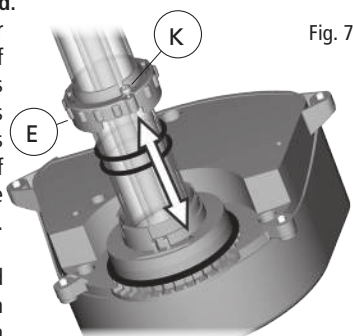
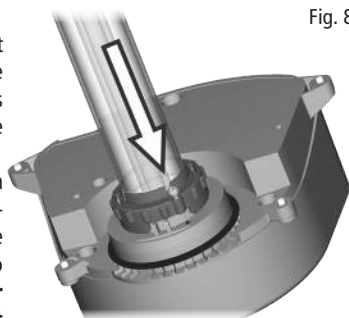
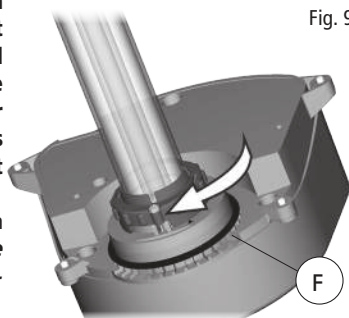

Fig. 7
Fig. 8
Fig. 9
- In deze fase is het mogelijk om de kwartsbuis (C) te reinigen, als dat nodig blijkt. **Gebruik een vochtige, zachte doek om kalkaanslag en puin weg te vegen. Voer hardnekkig vuil mag wat azijn worden gebruikt. Gebruik geen detergenten of andere chemische schoonmaakmiddelen. Als het niet nodig is om de UV-C-lamp te vervangen, ga dan meteen naar punt #10.**
- Om aan de UV-C-lamp (B) te kunnen, verwijdert u de kwartsbuis (C) door eerst de veiligheidsschroef (K) van de opsluitflens (E) waarmee de buis vastzit aan de UV-C-kop, zo'n 3 slagen los te draaien. Draai vervolgens de opsluitflens zo'n 30° naar links tot de schroef gelijkstaat met de pijl in de UV-C-kop en trek om ze los te maken. Belangrijk: de opsluitflens is uitgerust met één anti-verliesschroef. De schroef hoeft er niet helemaal te worden uitgedraaid. Draai ze gewoon los tot de opsluitflens vrij kan worden gedraaid en losgemaakt.
- Trek vervolgens de UV-C-lamp (B) uit de lamphouder (als u de filter niet voor het eerst start) en vervang ze door een nieuwe. **WAARSCHUWING - PROBEER NIET OM NAAR DE LAMP TE KIJKEN TERWIJL ZE BRANDT!** Door de directe blootstelling aan het UV-licht kunnen uw ogen en huid beschadigd worden. Test de UV-C-lamp niet tenzij de filter helemaal gemonteerd en gesloten is. **BELANGRIJK** – Gebruik alleen originele Laguna-vervangstukken. Het juiste nummer van elk onderdeel vindt u in de lijst van vervangstukken.
- Breng de kwartsbuis (C) en de twee O-ringen (D) terug aan op hun oorspronkelijke plaats. Het is aanbevolen om de O-ringen met een gepast smeermiddel te smeren. **BELANGRIJK** – De lampdemper (Y) binnen in de kwartsbuis moet zich tussen de lamp en de bodem van de kwartsbuis bevinden. Verwijder hem niet. **BELANGRIJK** – **De twee O-ringen (D) van de kwartsbuis (C) moeten worden vervangen telkens als de eenheid wordt geopend.**
- Plaats de opsluitflens (E) in haar oorspronkelijke positie. Breng de schroef gewoon gelijk met de pijl en druk de flens naar de UV-C-kop toe, draai vervolgens de opsluitflens ongeveer 30° naar rechts in de richting van de veiligheidsschroef (K). Zet dan de opsluitflens vast door de veiligheidsschroef (K) aan te draaien (Fig. 7 - Fig. 8 - Fig. 9).